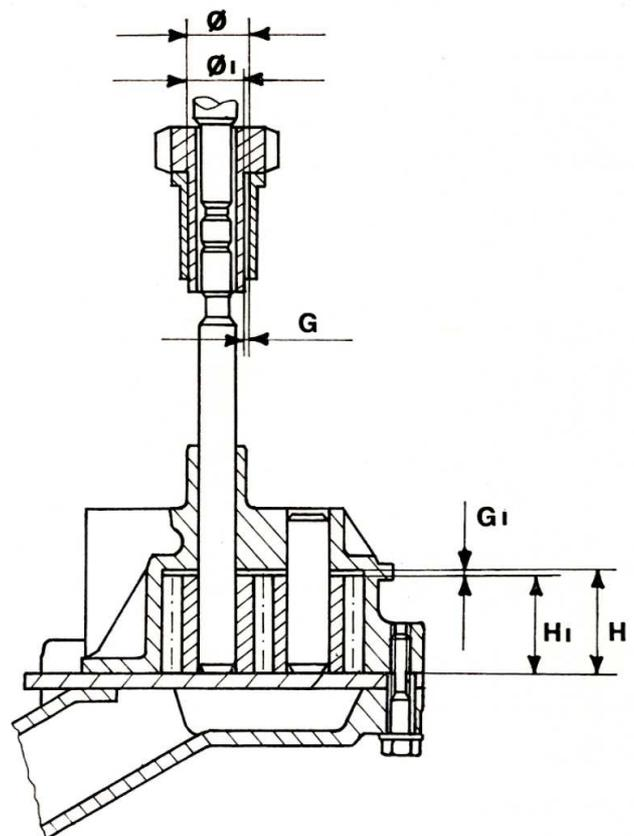

Fig. 8 - Coupe pompe à huile
**DONNEES DE LA POMPE A HUILE** (fig. 8)